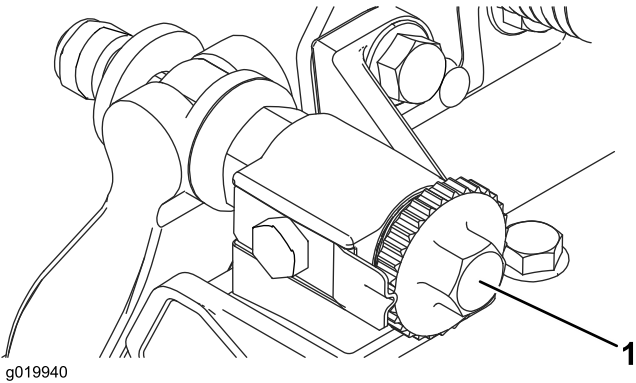

图8
- 逆时针旋转底刀架调节螺丝，确保底刀架不与滚刀接触（图8）。